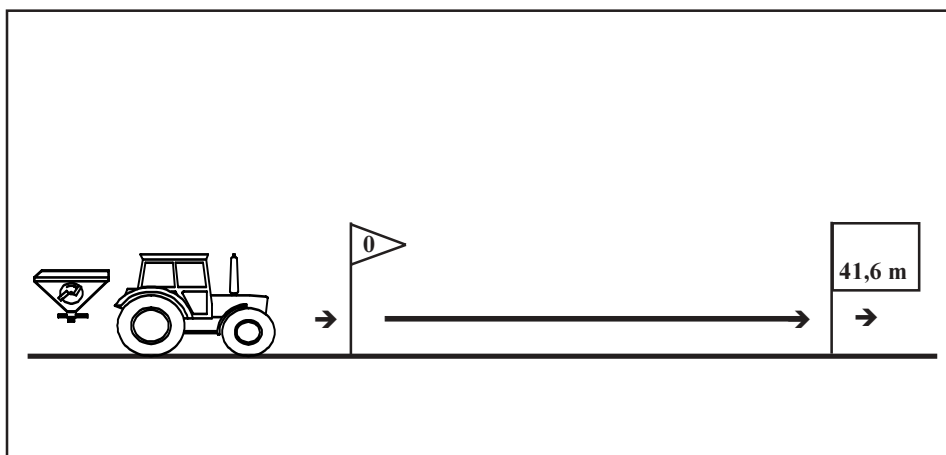

Fig. 7.8
- Målestækningen afmåles eksakt på marken. Målestrækningens start-og endepunkt markeres (fig. 7.8)